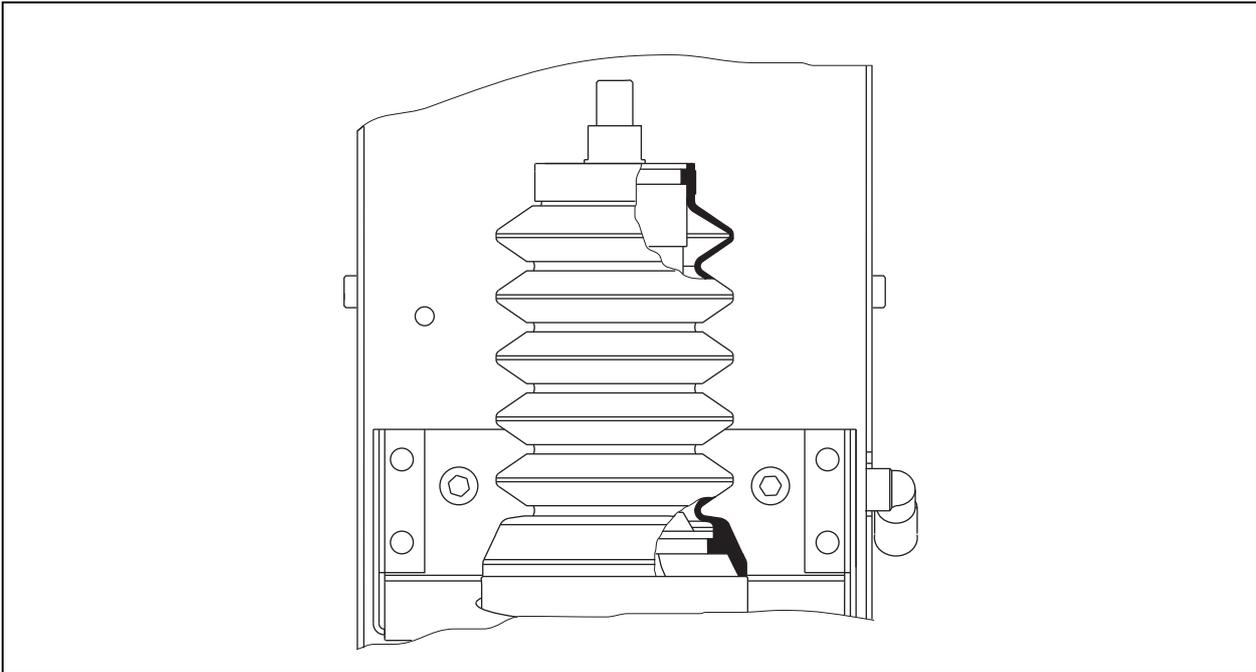

Abb. 15 Position Faltenbalg
- Verwenden Sie für den Fräserwechsel nur Werkzeuge mit passender Schlüsselweite. Motorschutzkappe (6) SW 27, Fräser SW 17.
- Achten Sie darauf, dass der Faltenbalg (5) in der richtigen Position sitzt.
- ⇒ siehe Abb. 15 Position Faltenbalg auf Seite DE-20
- 1 Motorschutzkappe (6) montieren.
- 2 Fräser (1) auf Druckluftmotor (4) montieren.
- 3 Fräser (1) mit Gabelschlüssel SW17 (2) anziehen (min. Anzugsmoment 20Nm) und dabei mit Gabelschlüssel SW27 (3) gegenhalten.